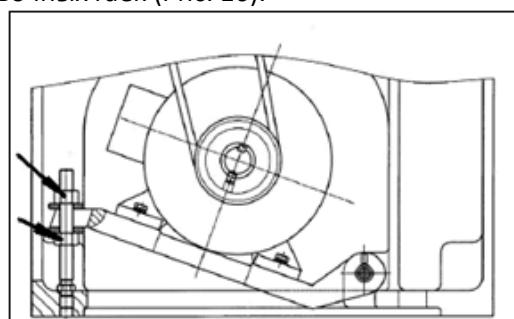

Рис.16
Клиновой ремень натягивается при помощи установочных гаек (Рис. 16).
- при помощи отвертки нажмите на фиксатор (B, Рис. 16, Рис. 17)...фиксатор подпружинен.
- поверните установочное кольцо (A) до упора.